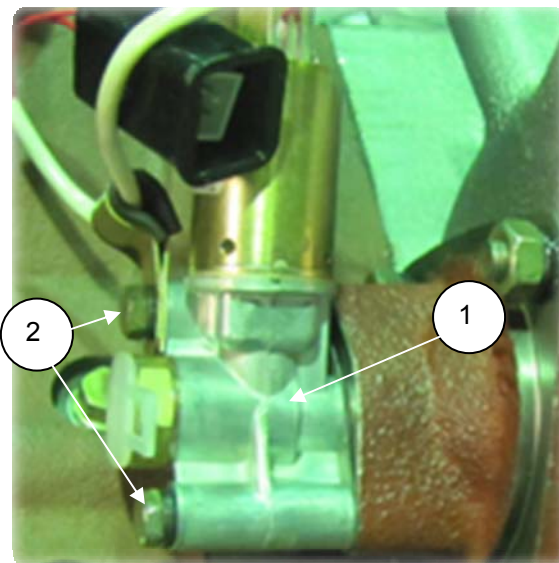

Рис. 2.10.2
2. Снять корпус включателя в сборе (1), отвернув два болта М8 (S=12) (2) (рис. 2.10.2).